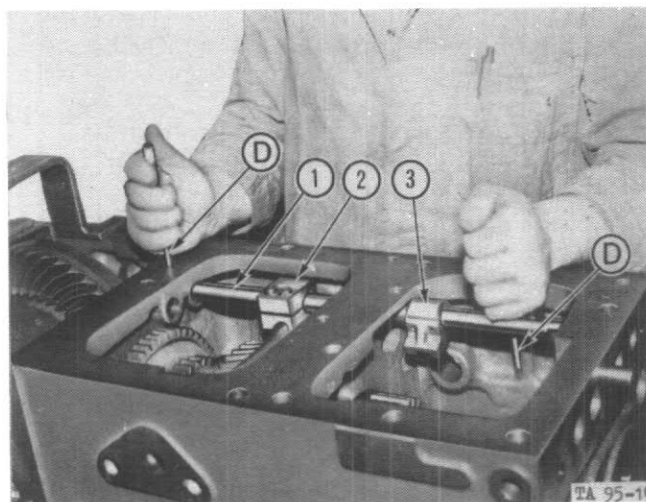

Figure 46
Le mécanisme de changement de vitesse se monte de la même manière après avoir accouplé les carters d'embrayage et de transmission - voir également figures 29 et 32. A l'installation des coulisseaux, prenez soin d'enfoncer les billes de positionnement (R) avec le poinçon adéquat (D) - Figure 46.